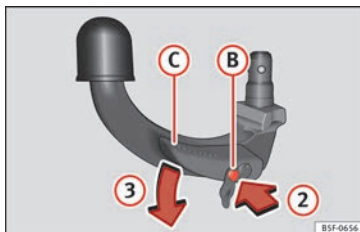

Abb. 224 Schritt 2
- Drücken Sie den Entriegelungsbolzen **(B)** in Pfeilrichtung ② und gleichzeitig den Hebel **(C)** in Pfeilrichtung ③ bis zum Anschlag **» Abb. 224**.